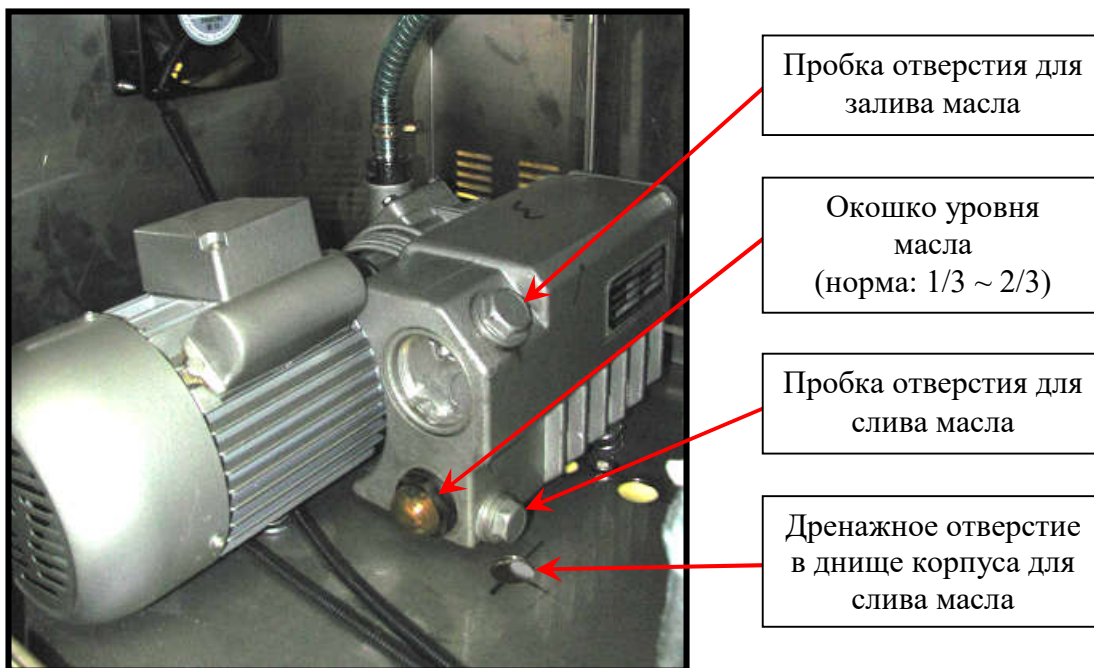

Рисунок 7.5 - Общий вид вакуумного насоса
- ☐ При помощи гаечного ключа вывинтить пробку отверстия для залива масла и пробку отверстия слива масла (см. Рисунок 7.5). Слить масло через отверстие, а по завершению плотно завинтить пробку отверстия слива масла.